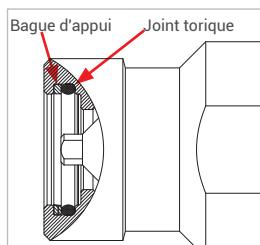

Figure 6
- ▶ Avant d'installer l'insert d'about, vérifier (pos. 7) que les deux composants d'étanchéité (joint torique et bague d'appui, *Figure 6*) respectent l'ordre de montage, sont bien positionnés et intacts.
- ▶ Le cas échéant, passer l'insert d'about (pos. 7), avec le flexible de remplissage monté, par le tube de guidage (pos. 9) du support de fixation (pos. 8).